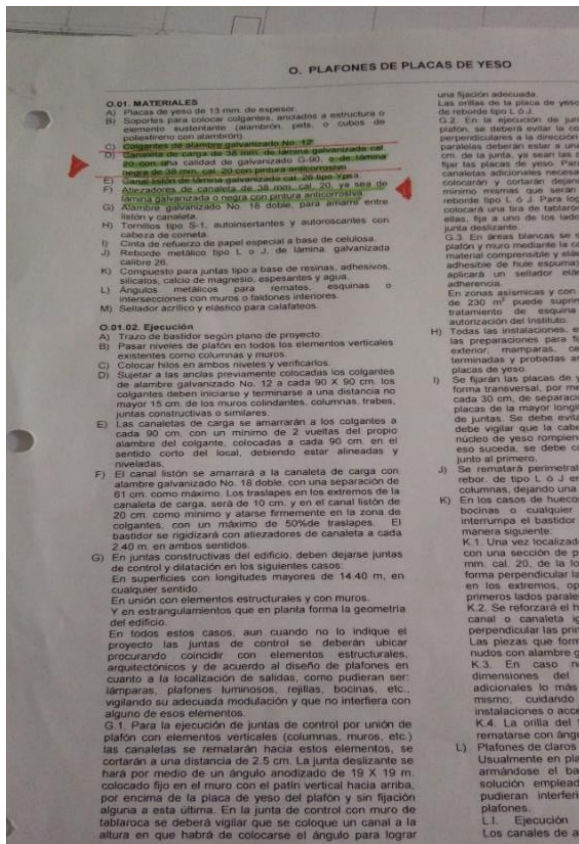

Ilustración 1
- Estudié y analicé las normas de construcción del IMSS, en específico a la construcción de unidades médicas (*ilustración 1,2*)